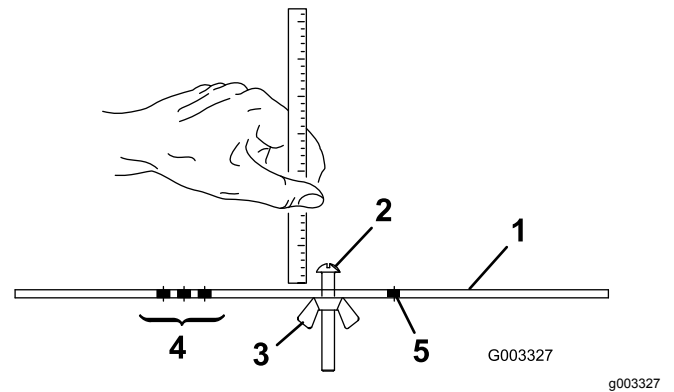

图 15
2. 松开调刀尺上的螺母 图 15 并将调节螺丝设定为所需的剪草高度。